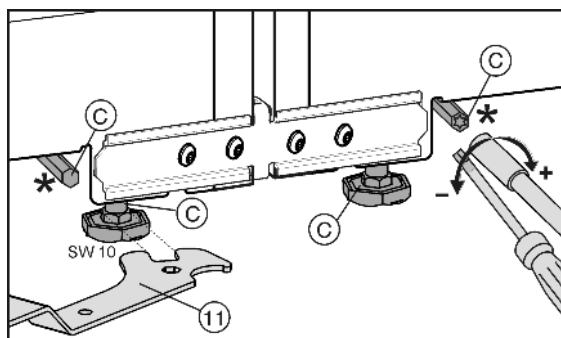

Fig. 8
Picioarele de sprijin anterioare pot fi reglate cu cheia fixă Fig. 8 (11) livrată, iar picioarele de sprijin posterioare\* cu o șurubelniță Torx® 25.